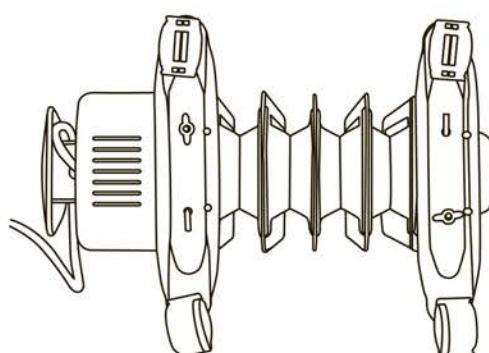

Рис. 4
- Соединить одну из опорных ножек (2) с двумя роликами (1).
- Закрепить гайками (3).
- Перевернуть обогреватель нижней частью кверху, как показано на Рис. 4.
- Продеть металлический держатель (4) через фиксатор.